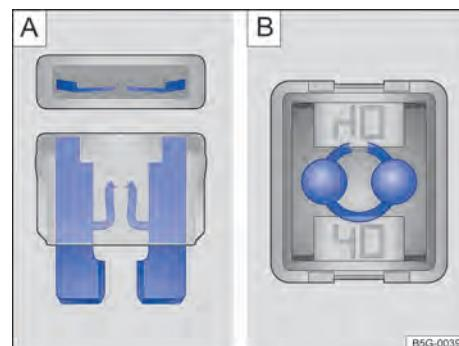

Fig. 155 Fusível queimado: [A] fusível plano, [B] fusível de bloqueio.
- Um *fusível plano (ATO[®], MINI[®])* queimado é reconhecido de cima ou de lado pela carcaça transparente nas faixas metálicas derretidas → **Fig. 155 A**.
- Um *fusível de bloqueio (JCASE[®])* queimado é reconhecido pelas faixas metálicas derretidas por cima da carcaça transparente → **Fig. 155 B**.